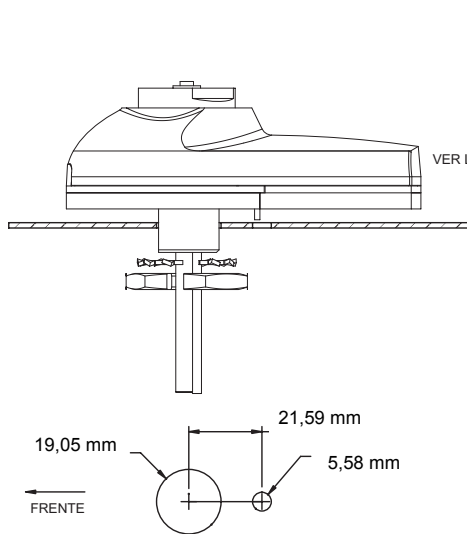

Figura 1 Instalación típica
2. Perfore los orificios a través de la superficie de montaje (espesor máximo de 1,27 cm) respetando las medidas y las posiciones que se pueden ver en la Figura 1.